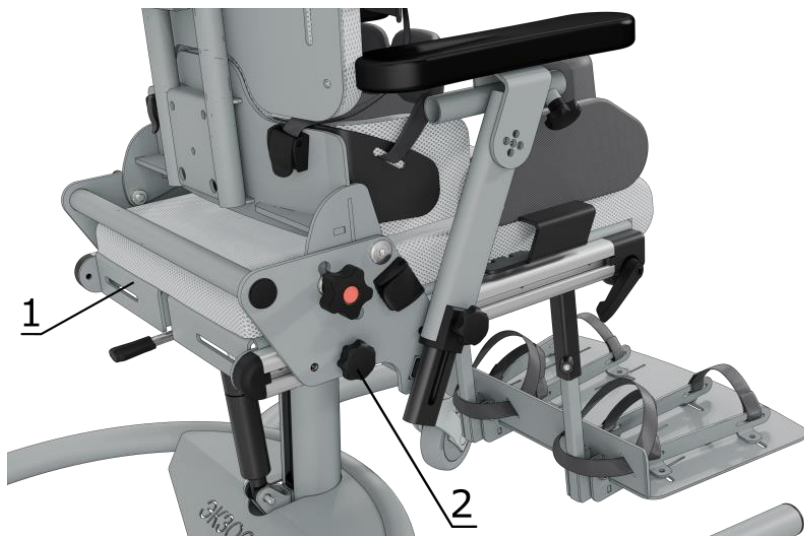

Рисунок 3. Регулировка глубины сиденья.
Для настройки глубины сиденья (1) ослабьте два фиксатора перемещения вращением рукояток (2) против часовой стрелки. Установите нужную глубину сиденья (1), затем плотно затяните фиксаторы вращением по часовой стрелке рукояток (2) (рис.3).